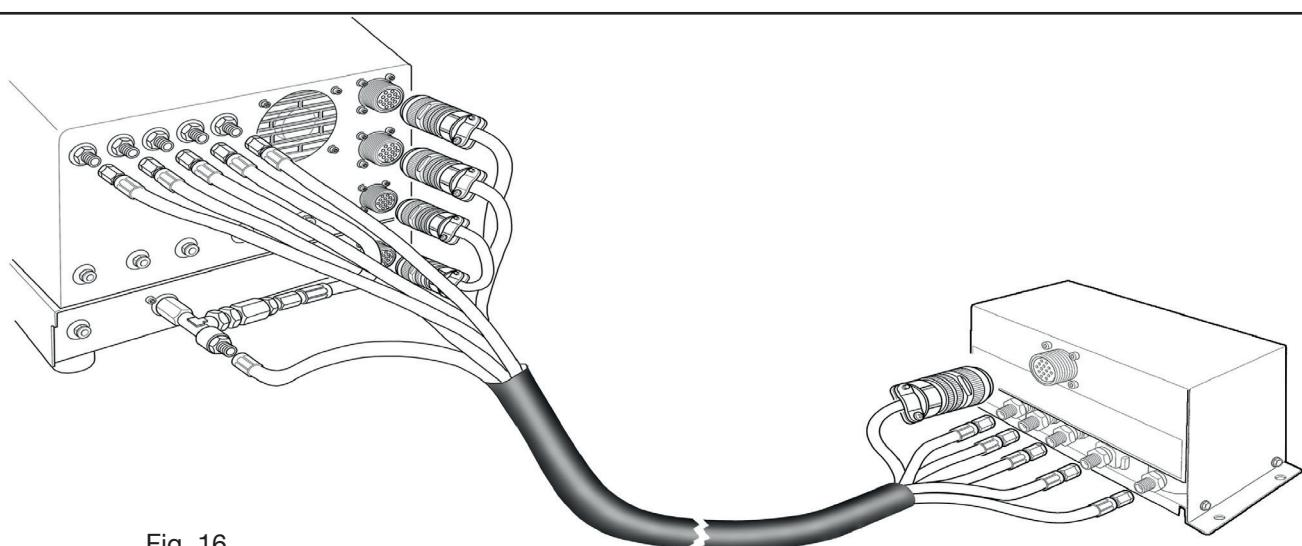

Fig. 16
- Ligar o feixe de tubos, art.1166, ligando os tubos às respetivas saídas dos gases e prestando atenção às marcações (plasma preflow, secondary preflow/cutflow e auxiliary na PGC-3; plasma cutflow na PGC-2); enroscar o conector elétrico na saída CN05 (ver a parte esquerda da fig. 16).
- Ligar a outra extremidade do art.1166 à consola das válvulas PVC (art.469) para os tubos “plasma”, “secondary” e “auxiliary”, prestando atenção às marcações. Fixar a PVC à cabeça do pantógrafo, junto do maçarico (ver a parte direita da fig. 16).
- Por fim, ligar a conexão art.1189 enroscando o conector elétrico na saída CN04 (ver a parte esquerda da fig. 16).
- Ligar a outra extremidade do art.1166 à consola das válvulas PVC (art.469) para os tubos “plasma”, “secondary” e “auxiliary”, prestando atenção às marcações dos tubos do gás. Fixar a PVC à cabeça do pantógrafo, junto do maçarico (ver a parte direita da fig. 16).